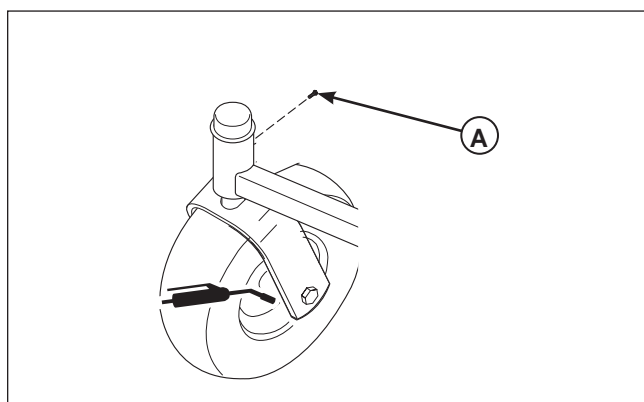

Figura 23. Rueda pivotante delantera
1. Quitar el perno 1/4-28 (A, Figura 23) que se atornilla en el echador delantero e instalar el caber de la lubricación 1/4-28.